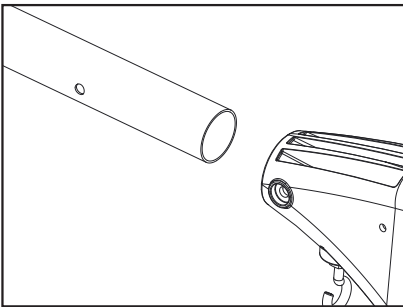

Figure 1
1. Introduisez le bras dans le cadre (Figure 1) et alignez les trous du bras avec les trous du cadre.